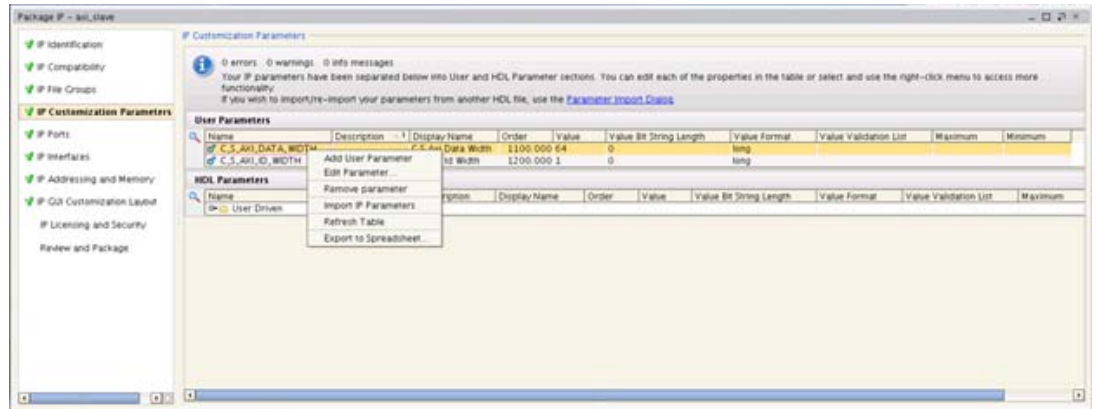

図 22 : AXI4 スレーブ IP の [IP Customization Parameters] ページ、C_S_AXI_DATA_WIDTH
2. 表内で C_S_AXI_DATA_WIDTH の値をクリックします。右クリックして [Edit Parameter] を選択します (図 22)。